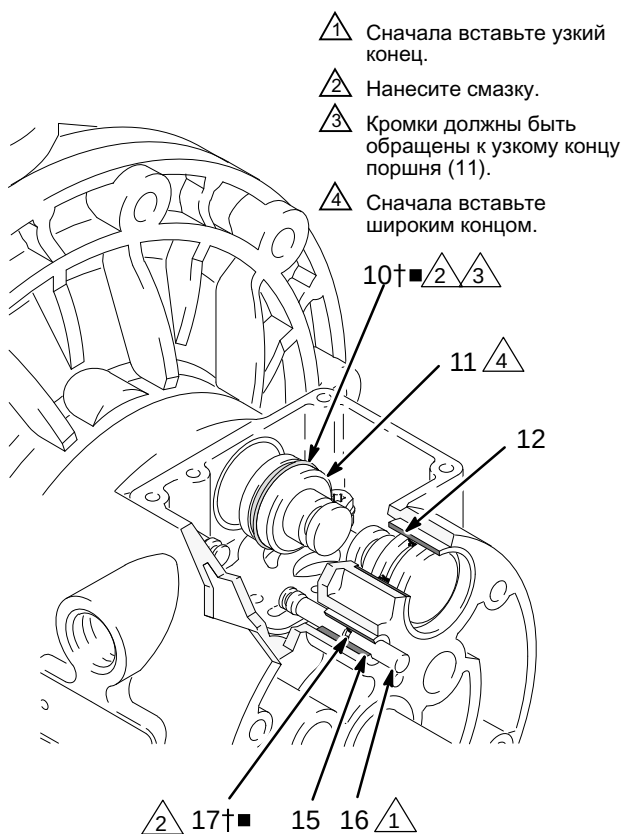

Рис. 8
4. Стяните два приводных поршня (11) с подшипников (12). Снимите с поршней сальники с u-образным сечением (10). Извлеките направляющие штифты (16) из подшипников (15). Снимите уплотнительные кольца (17) с направляющих штифтов. См. Рис. 8.
6. Осмотрите подшипники (12, 15), не снимая их. См. Рис. 8. Подшипники имеют коническую форму и в случае повреждения их необходимо извлекать снаружи. Для этого необходимо разобрать жидкостную секцию насоса. См. стр. 22.
4. Установите пластину клапана (17†■) на каждый направляющий штифт (16). Нанесите смазку на штифты и уплотнительные кольца. Вставьте штифты в подшипники (15), узким концом вперед. См. Рис. 8.
5. Установите кольцевое уплотнение с и-образным сечением 10†■ на каждый приводной поршень (11) так, чтобы кромки колец были обращены к узким концам поршней. См. Рис. 8.
6. Нанесите смазку на П-образные уплотнители (10†■) и приводные поршни (11). Вставьте приводные поршни в подшипники (12), широким концом вперед. Оставьте узкие концы поршней снаружи. См. Рис. 8.